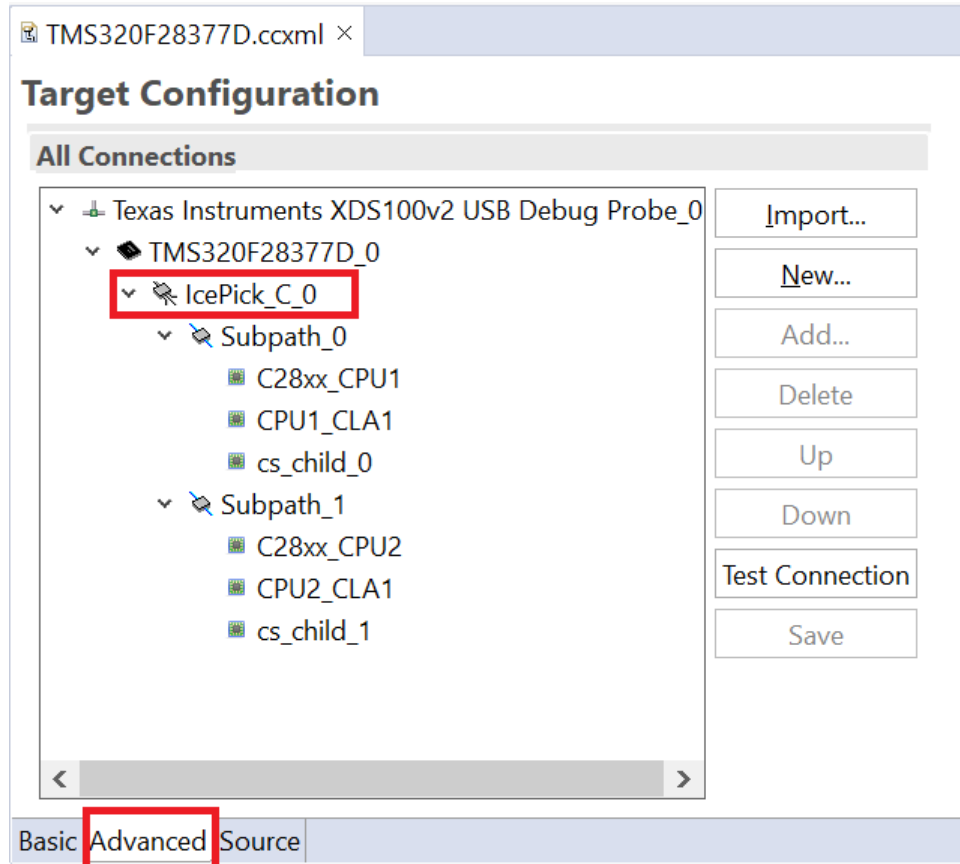

图 5-1. 目标配置高级视图
JTAG 标准允许单个 JTAG 调试探针与多个器件进行菊花链连接。实际上，各种约束会限制可在链中连接的目标器件数量。XDS 类调试器都具有有限数量的指令寄存器 (IR) 位，调试探针可以在预期看到返回的位之前循环这些位。许多较旧的 C2000 器件都要求每个器件循环 38 个 IR 位，而由于具有 ICEPick JTAG 路由控制器，所有较新的器件只需循环 6 个 IR 位。在撰写本应用手册时，以下器件具有 ICEPicks：F2807x、F28M3x、F2837xD、F2837xS、F28004x、F2838x、F28002x、F28003x、F280013x、F280015x、F28P65x 和 F28p55x。要确定器件是否具有 ICEPick，请使用 Code Composer Studio 来查看目标配置的 *Advanced* 选项卡，如图 5-1 所示。